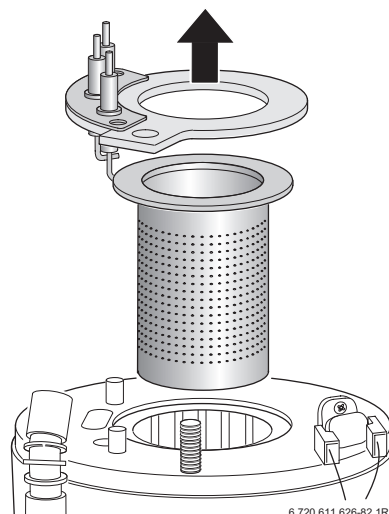

Fig. 81
- ▶ Rimuovere gli elettrodi completi di guarnizione ed estrarre il bruciatore, come da fig. 81.